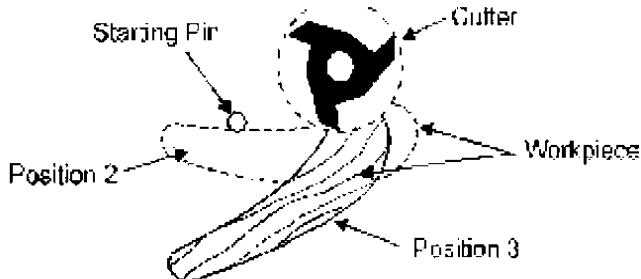

Рис. 43
3. После того, как фрезерование было начато (рис. 43), деталь двигайте против вращения режущего инструмента.